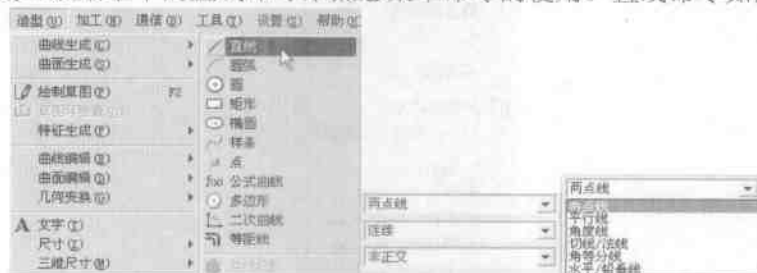

图1-6 直线命令
通过应用曲线生成菜单中的直线命令来熟悉菜单命令的使用。直线命令如图 1-6 所示。
1. 选择菜单命令【造型】/【曲线生成】/【直线】，或在曲线生成栏中单击  按钮，在绘图区左侧出现直线命令的立即菜单，如图 1-6 所示。